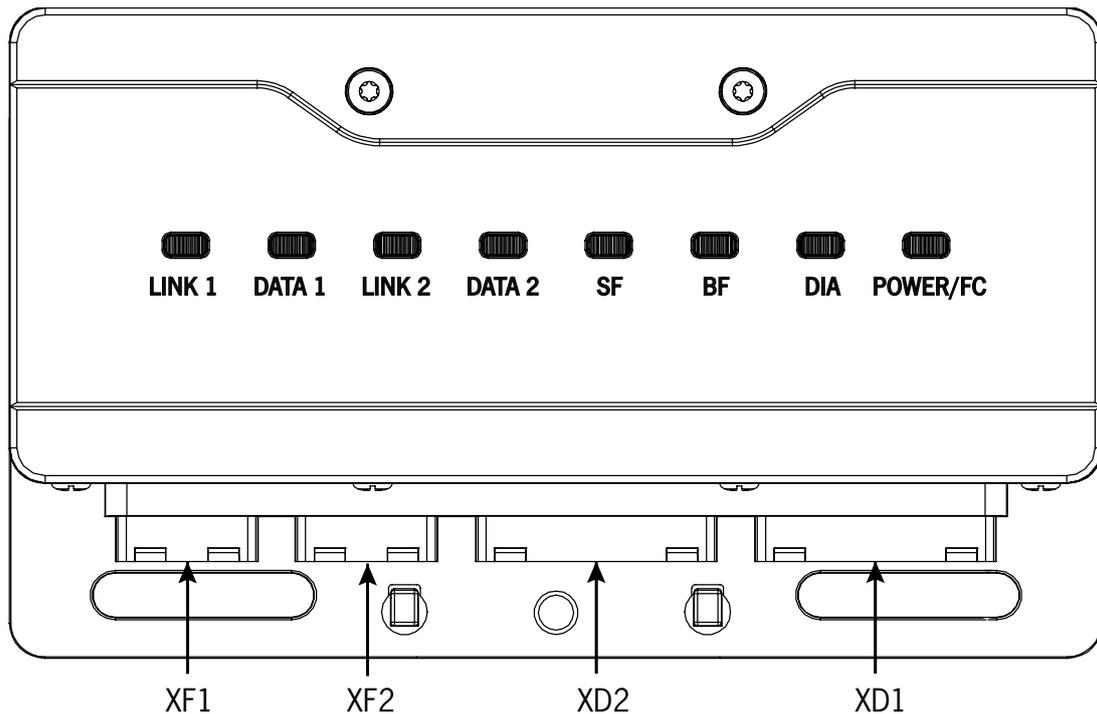

Bild 3: Steckverbinder Busmodul
4. Übertragen Sie die Einstellung der F_DEST_ADD (DIP-Schalter) an das Austauschsystem. Öffnen Sie hierzu den Deckel des Busmoduls (TX10, Bild 3) und stellen die DIP-Schalter des Austauschsystems auf den vorgegebenen Wert des Ursprungssystems.